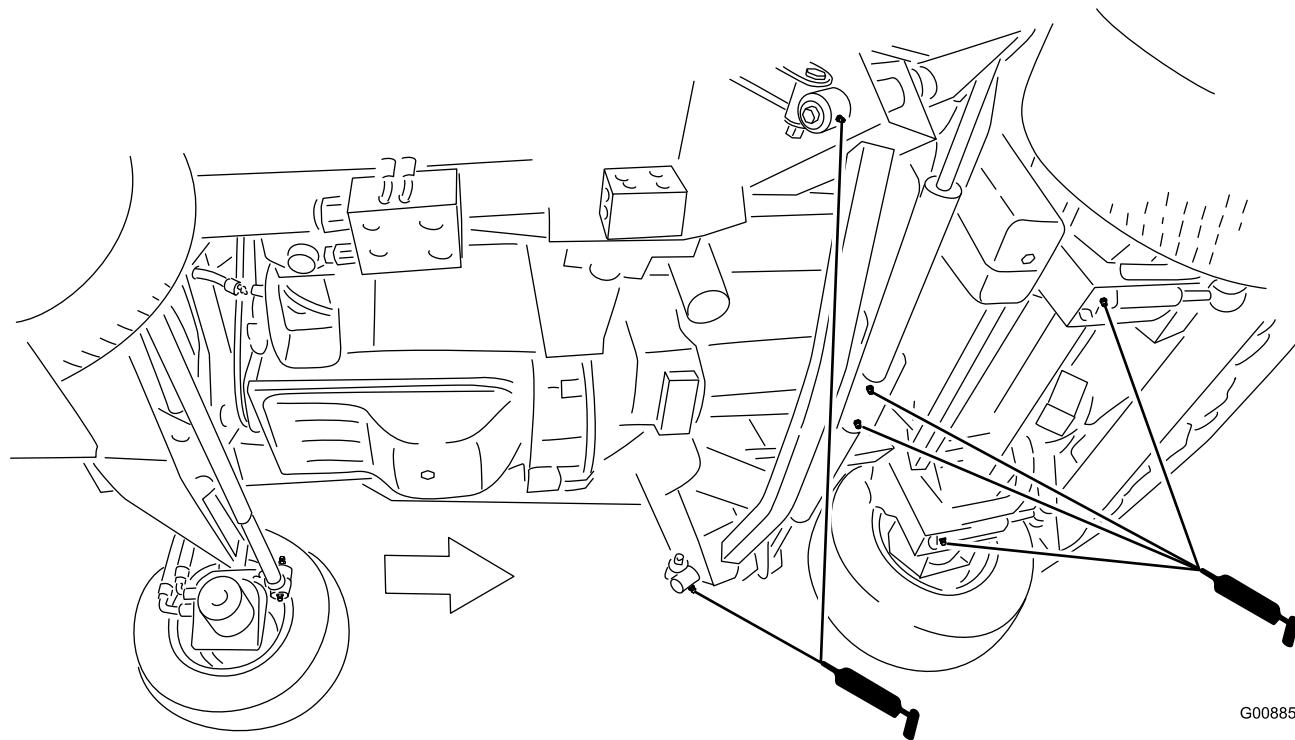

図 49
- ・ インパクトアーム (2ヶ所) (図 49)
- ・ 前デッキの昇降シリンダのピボット (2ヶ 所) (図 49)
- ・ 左右デッキの昇降シリンダのピボット (2ヶ 所) (図 49)